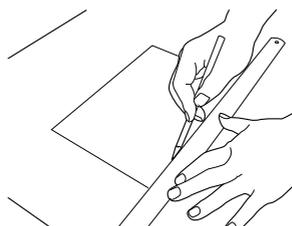

Fig. 11
1. Marcar a linha de corte na peça de trabalho (Fig. 11).